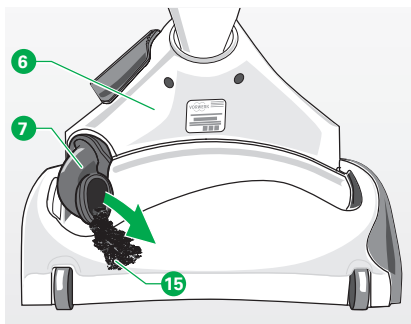

Figura 4.14 Retirar objetos
- Oprima el accesorio de aspiración en las ranuras del asa (**1**, Figura 4.14) contra el aparato. Asegúrese de que el accesorio de aspiración encaje un clic audible.